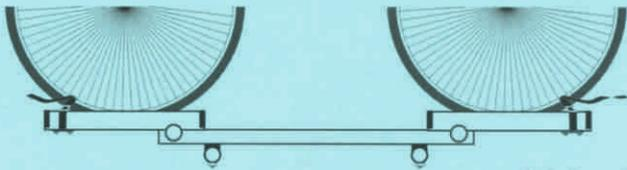

Abb. 3
1. Um einen sicheren Transport der Fahrräder zu gewährleisten, müssen diese mit beiden Rädern vollständig in die Halteschalen (Siehe Abb. 3) eingestellt werden. Dazu sind die verstellbaren Halteschalen entsprechend zu justieren und werden mit den Griffschrauben festgezogen. Anschließend die Räder mit den Riemchen der Halteschalen festgezurt.